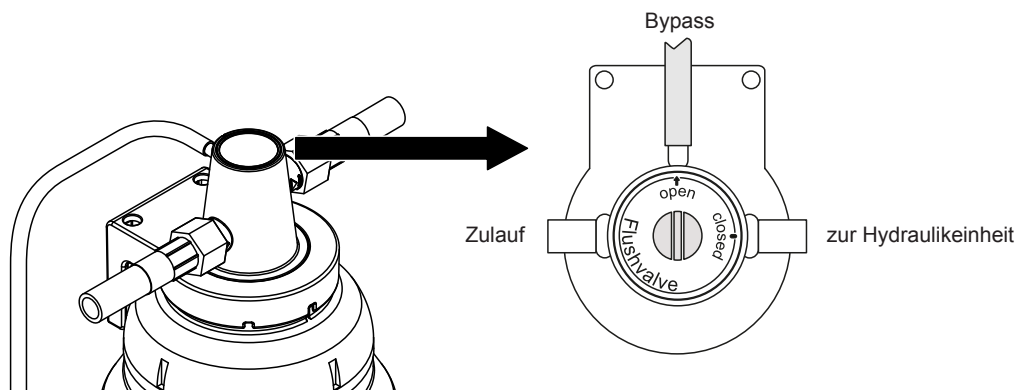

Abb. 43: Ventil auf "Bypass" einstellen (Spülstellung)
- Stellen Sie das Ventil am WAB-Kopf so ein, dass "open" auf "Bypass" zeigt (siehe *Abb. 43*).